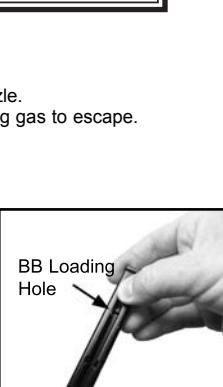

Fig 4
- Pull and hold down the BB follower tab (fig. 4). Pull BB follower tab down until it locks in place.
- Insert up to 18 BBs into the BB loading hole on the front of the magazine (Fig. 4).
- Tire hacia abajo de la lengüeta seguidora de municiones hasta que se bloquee en su sitio. (fig. 4).
- Inserte hasta 18 municiones en el orificio de carga de municiones que está en la parte delantera del cargador (Fig. 4).